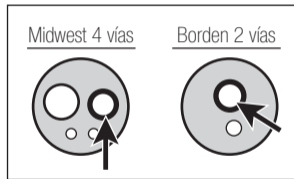

Fig. 10
- 3) Inserte la boquilla de pulverizador en el conducto de aire de accionamiento de la pieza de mano. (Fig. 10) Sostenga la pieza de mano y el pulverizador durante 2-3 segundos. Aplique lubricante al menos durante dos segundos, hasta que salga por la parte delantera de la cabeza.
- 2) Aplique 1-2 gotas de aceite de lubricación en el puerto de conducción de aire tal y como se muestra en la Fig.10.